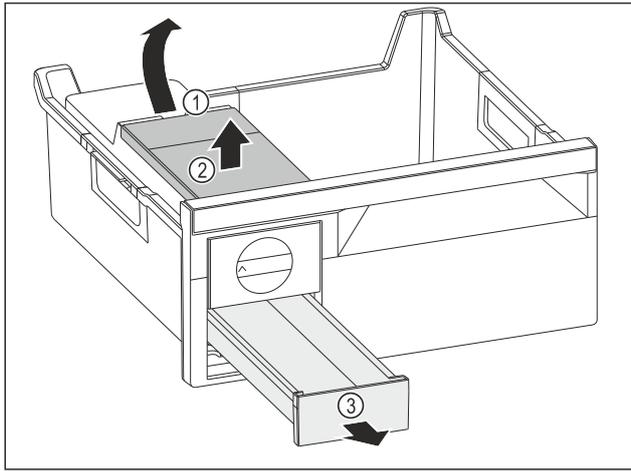

Fig. 120
- ▶ 取出水箱：从凹槽 Fig. 120 (1) 抬起水箱。
- ▶ 朝上取出水箱 Fig. 120 (2)。
- ▶ 朝前取出冰块抽屉 Fig. 120 (3)。